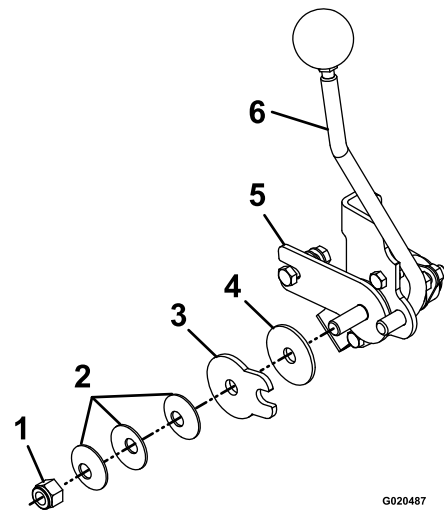

Figure 64
3. Réglez l'écrou de pivot situé au bout de l'arbre de commande de déplacement, devant la console droite (Figure 64).